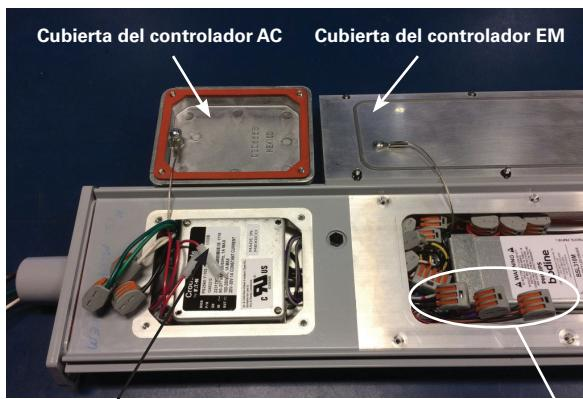

Imagen 12
1. Abra la cubierta del controlador AC aflojando los cuatro (4) tornillos de la cubierta de acero inoxidable, número 10-32 x 0,75" (ver Imagen 12). Todos los componentes en el dispositivo están conectados de manera que solo los cables en línea, neutrales y a tierra deban ser conectados en el dispositivo a los cables conductores (o terminales) de acuerdo con los diagramas de cableado (ver Imágenes 15 y 16) y los métodos que cumplen con todos los códigos aplicables. Cortar primero el conductor a tierra del equipo (verde), luego el común (blanco) y finalmente la línea de voltaje (negro). Apriete todas las conexiones eléctricas. **NOTA:** Las aberturas estándar son de 3/4" NTP.
3. Si no hay alimentación continua (TF) o conexiones de conmutador, proceda al Paso 9.
4. Para el sufijo TF, use la línea de pescado suministrada de fábrica para jalar a través de los conductores de alambre para el cableado del controlador o para dispositivos múltiples de conexión en cadena (máximo de cinco (5)). Consulte el esquema para el cableado. Solo se permiten máximo cuatro (4) conductores a través del centro más cercano al controlador y solo se permiten máximo cuatro (4) conductores a través del centro más lejano del controlador.
6. Para conectar una fuente de energía conmutada adicional, retire la cubierta del controlador EM aflojando los diez (10) tornillos de la cubierta de acero inoxidable, número 8-32 x 0,50" (ver Imagen 12). Ubique el conector con el controlador EM negro y los cables rojo/blanco. Desconecte el cable rojo/blanco y vuelva a conectarlo a una entrada de línea conmutada según los diagramas de cableado utilizando los métodos que cumplen con todos los códigos aplicables.
7. Para conectar el interruptor de prueba remoto, retire la cubierta del controlador EM tal como se describe en el Paso 8. Ubique los dos (2) conectores con el controlador EM morado y los cables marrones. Conecte los cables al interruptor de prueba utilizando los conectores de 3 conductores suministrados.
8. Vuelva a instalar la cubierta del controlador EM y ajuste los diez (10) tornillos de montaje a 20 pulgadas-libras. (2.3 N-m).
10. Vuelva a instalar la cubierta del controlador AC y ajuste los cuatro (4) tornillos de montaje a 32 pulgadas-libras. (3.6 N-m).